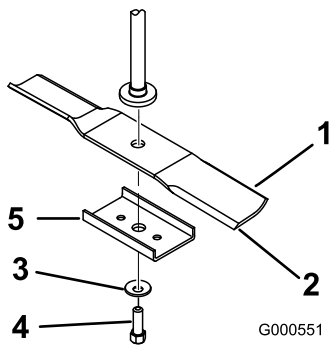

Figure 47
2. Enlevez de l'axe le boulon de lame, la rondelle bombée, le renfort de lame et la lame (Figure 47).
1. Placez la lame sur l'axe (Figure 47).
2. Montez le renfort, la rondelle bombée (face concave vers la lame) et le boulon de lame (Figure 47).